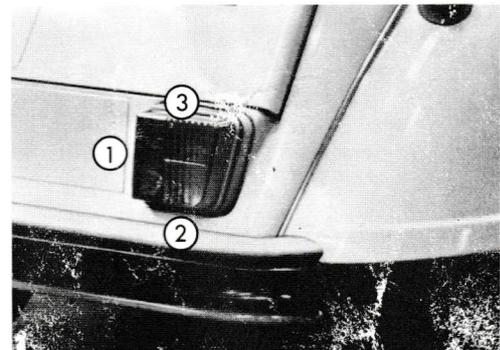

Abb. 43 – Hintere Leuchten
- *Schlußleuchten* (Abb. 43) 12 W - 5 W - R 19/5
Siehe hintere Leuchten (Abb. 43 (2))
Siehe hintere Leuchten (Abb. 43 (3)).